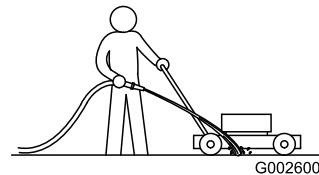

Figura 36
1. Con el motor en marcha sobre una superficie plana pavimentada, dirija un chorro de agua hacia delante de la rueda trasera **derecha** (Figura 36).